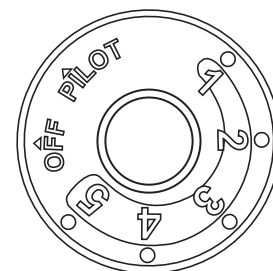
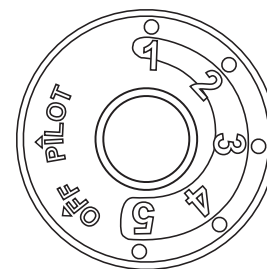

Fig. 22b
Fig. 23b
3. Gire la perilla de control ↷ hacia la derecha a la posición "OFF" . (Ver Fig. 22b)
4. Espere cinco (5) minutos para que se vacíe todo el gas. Luego huela en busca de gas, incluyendo cerca del piso. Si huele gas, ¡ALTO! Siga "B" en la información de seguridad anterior. Si no huele a gas, vaya al siguiente paso.
5. Gire la perilla de control ↶ hacia la izquierda a la posición "PILOT" . (Ver Fig. 23b) Oprima la perilla de control.